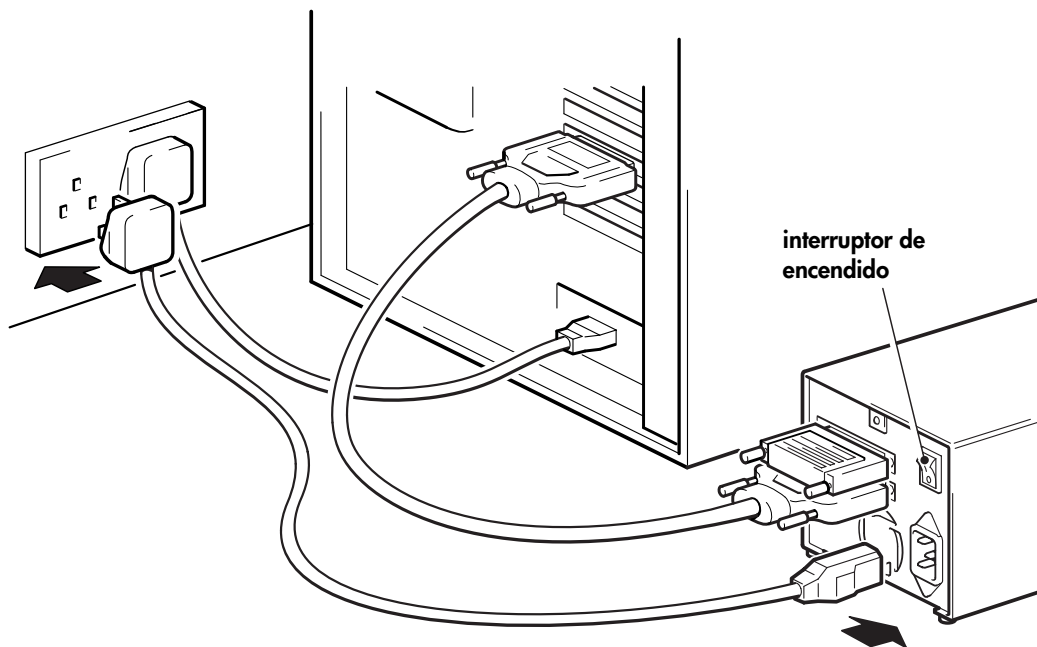

Figura 6: conexión del cable de alimentación
- 2** Enchufe el cable de alimentación en la toma del panel posterior de la unidad. (Véase la figura 6.)